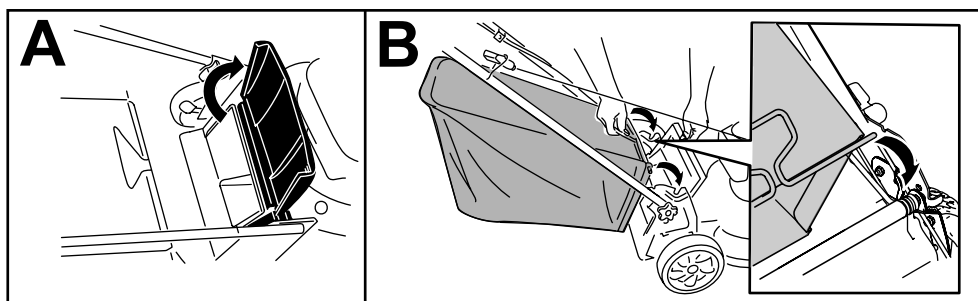

Figure 16
1. Soulevez le déflecteur arrière et maintenez-le dans cette position (A de Figure 16).
2. Montez le bac à herbe en veillant à insérer les ergots dans les crans du guidon (B de Figure 16).